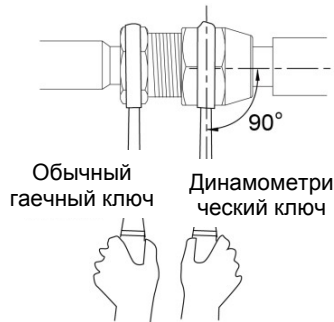

Рис. 4.3.5
- (3) Используйте динамометрический ключ, чтобы плотно закрутить раструбную гайку, пока ключ не издаст звук щелчка. (Возьмитесь за ручку гаечного ключа и поверните ее под прямым углом к трубе. Как показано на Рис. 4.3.5).
- (4) Используйте губку, чтобы обернуть неизолированный патрубок и шов. Затем плотно завяжите губку пластиковой лентой.
- (5) Патрубок должен поддерживаться опорой, а не устройством
- (6) Угол изгиба трубопровода не должен быть слишком маленьким; в противном случае на трубопроводе появятся трещины. Используйте трубогиб, чтобы согнуть трубу.
- (7) При соединении БВУ с патрубком не растягивайте большие и малые соединения БВУ с усилием, если капиллярная трубка или другие трубки имеют трещины и вызывают утечку.